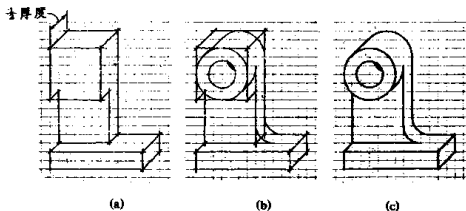

图 1-14 轴承支架的斜二测草图画法
1. 先轻轻地画出它的框架结构,如图 1-14(a)所示,后倾的斜线采用 45° ,厚度减半。
2. 在框架中,画出正面的各个圆和圆弧,如图 1-14(b)所示。
3. 擦去多余的线条,并加深轮廓,如图 1-14(c)所示。